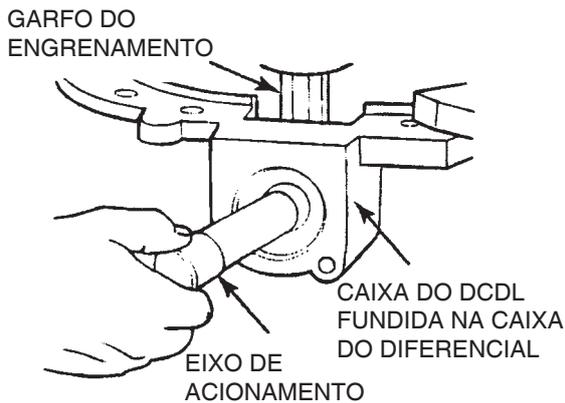

Figura 118
9. Puxe o eixo de acionamento do garfo de travamento e retire-o da caixa do diferencial. Figura 118.